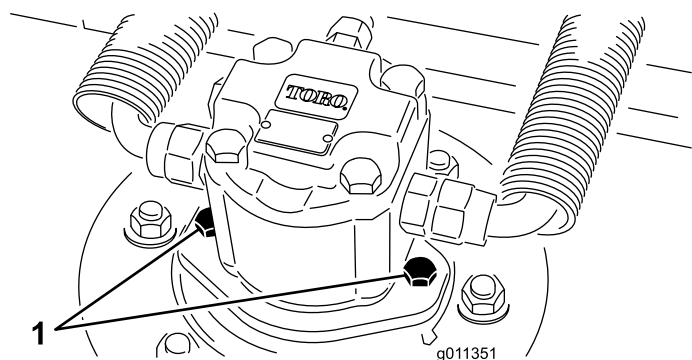

Bild 71
2. Schließen Sie den Hydraulikmotor von der Schneideinheit ab und nehmen Sie ihn ab (Bild 71). Decken Sie die Spindeloberseite ab, um einer Verunreinigung vorzubeugen.
4. Montieren Sie den Hydraulikmotor am Mähwerk (Bild 71) Stellen Sie sicher, dass sich der O-Ring unbeschädigt in seiner Position befindet.